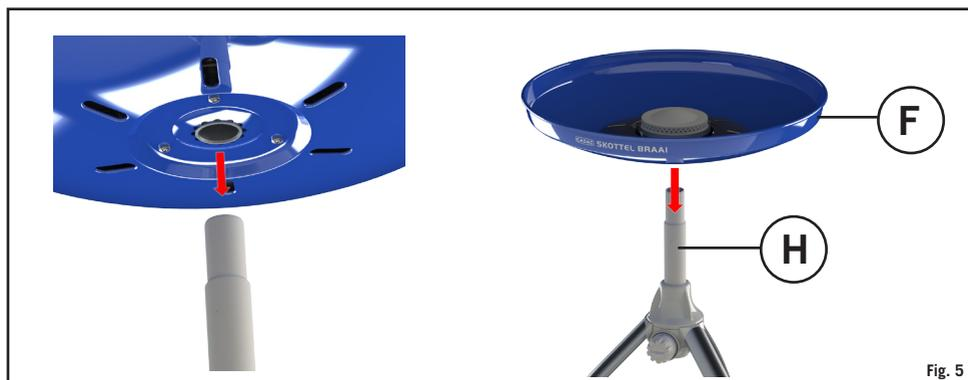

Fig. 5
- Sätt fast Brännarpannan (F) på Skaftet (H) och se till att den tätar ordentligt. (Fig. 5)